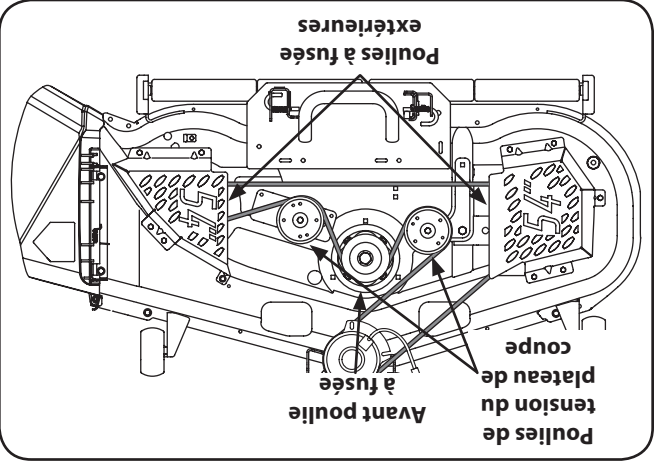

Figure 7-9
5. Pour installer la courroie neuve, commencez par la placer sur les deux poulies à fusée extérieures, puis sur la poulie à fusée intérieure, comme à la Figure 7-9.
6. Faites ensuite passer la courroie sur les deux poulies de tension du plateau de coupe, comme à la Figure 7-9.